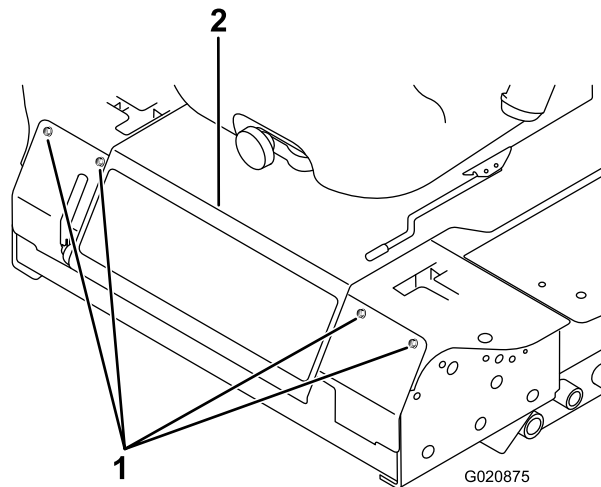

Figura 87
- Afloje los pernos del panel delantero y retire el panel (Figura 87).